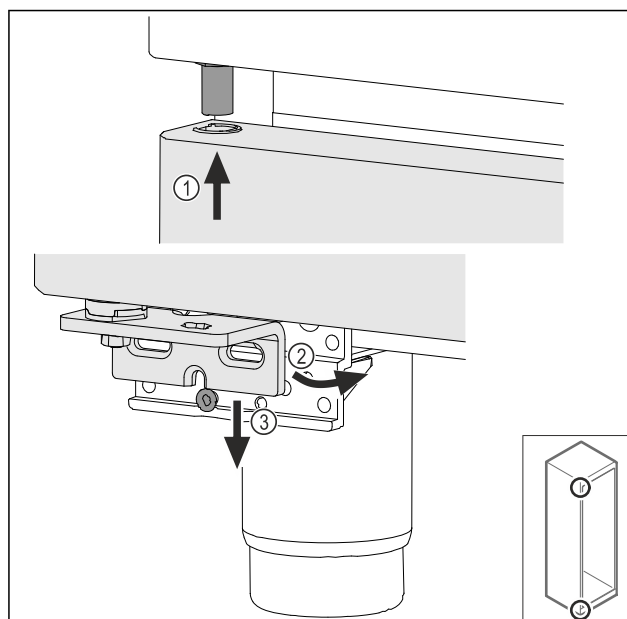

Fig. 39
- Deur iets gekanteld aan de bovenzijde terugplaatsen Fig. 39 (1), deur recht uitlijnen Fig. 39 (2) en aan de onderzijde op de lagerbokschoef Fig. 39 (3) plaatsen.